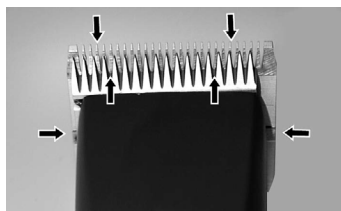

Fig. 22
For at opnå gode klipperesultater og forlænge klipperens holdbarhed er det nødvendigt at påføre et tyndt olielag mellem det øverste og nederste blad (fig. 22).
- ▶ Smør bladene tilstrækkeligt under klipningen (mindst hvert 15. minut), så de ikke bliver tørre (fig. 22).
Bladene skal smøre før, under og efter hver anvendelse. Når bladene på skærehovedet efterlader striber eller kører med nedsat hastighed, betyder det, at de skal smøres igen. Påfør nogle få olie-dråber foran og lateralt på klippebladene (se pile i fig. 22). Tør overskydende olie væk med en blød, tør klud. Smørings-sprays sørger ikke for tilstrækkelig smøring, men har en kølende effekt på bladene. Udskift øjeblikkeligt beskadigede eller kærvede blad for at undgå skader.